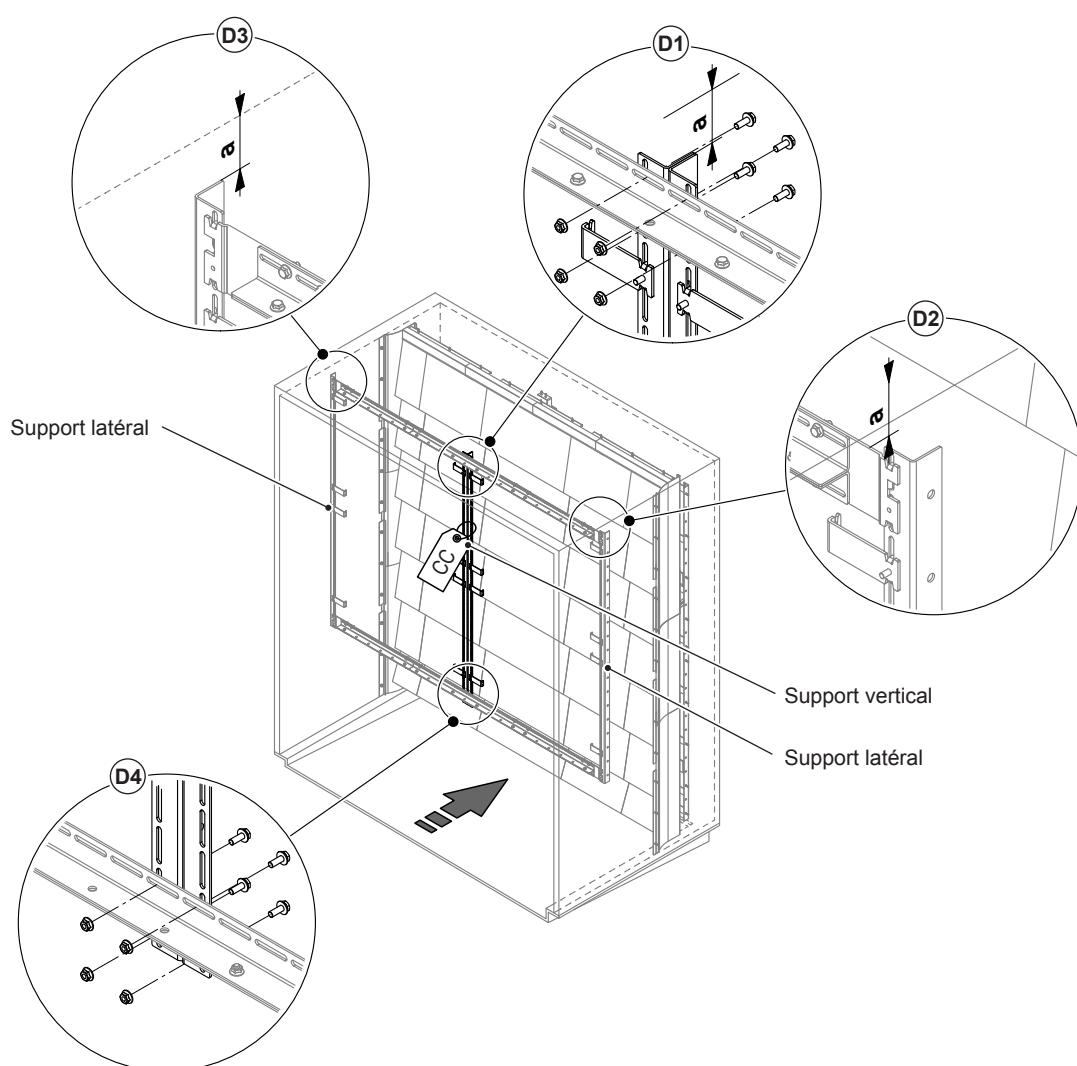

Fig. 32: Montage du/des support(s) vertical(aux)
- Caler le(s) support(s) vertical(aux) sur les barres transversales, à la même distance "a" du plafond que les profils de support latéraux, par derrière (par rapport au sens du flux) et les fixer aux barres transversales avec quatre vis M6 x 16 mm et écrous pour chacune de celles-ci (voir détails D1 à D4 dans Fig. 32). Ne pas visser à fond.